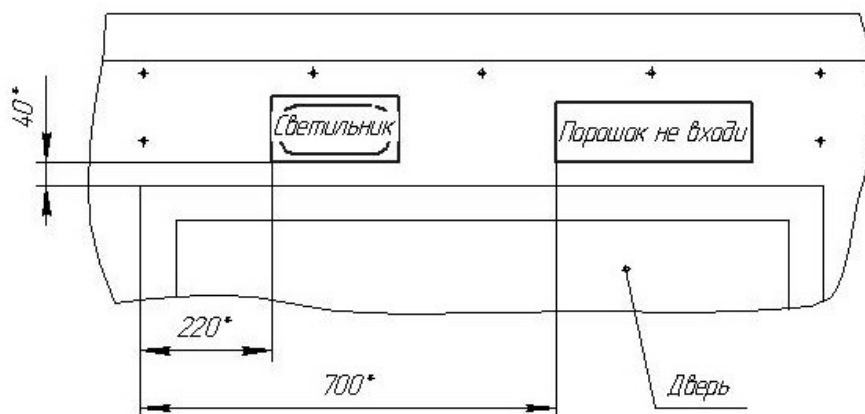

Рис. 3 Схема установки светильника и табло
4. Согласно схеме установки (рис.3) закрепить над центральной и вспомогательной входными дверями и подключить согласно схеме соединения проводников, светильники наружного освещения и световое табло «Порошок не входи». (необходимый кабель питания из короба пропустить в соответствующее отверстие в стене БК)